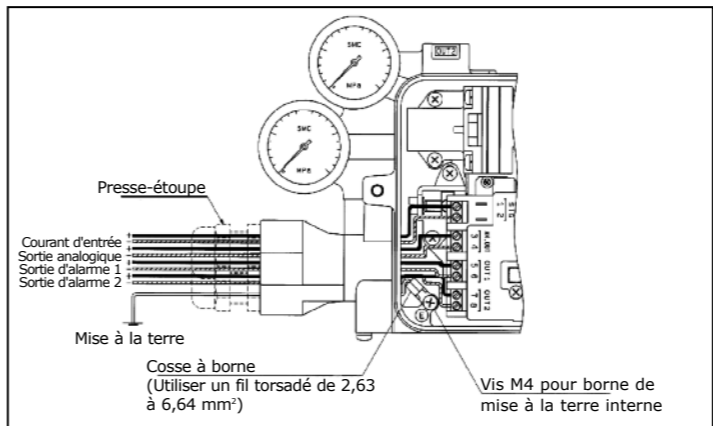

Fig. 8
- Raccordez le câblage du courant d'entrée à partir d'un appareil de mesure de réglage (contrôleur) et raccordez chaque câblage de sortie suivant la Fig. 8. L'orifice d'entrée de la connexion électrique est équipé d'un connecteur de câble (bleu) M20x1.5.